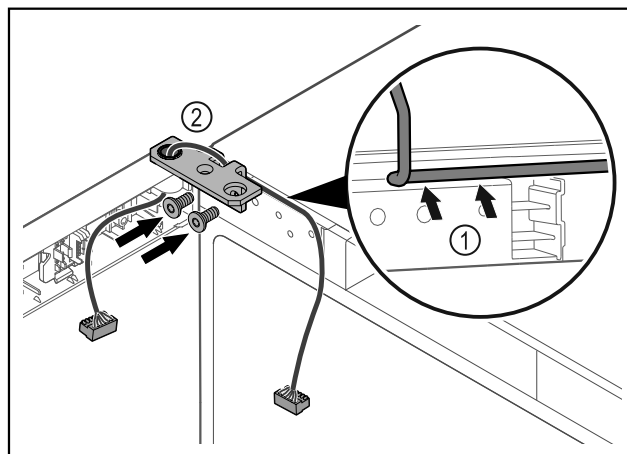

Fig. 41
- ▶ Kaloni kabllon përmes së prerës në profilin e menteshës dhe shtrijeni me kujdes Fig. 41 (1).
- ▶ Mbërtheni vidat e profilin të menteshës Fig. 41 (2).